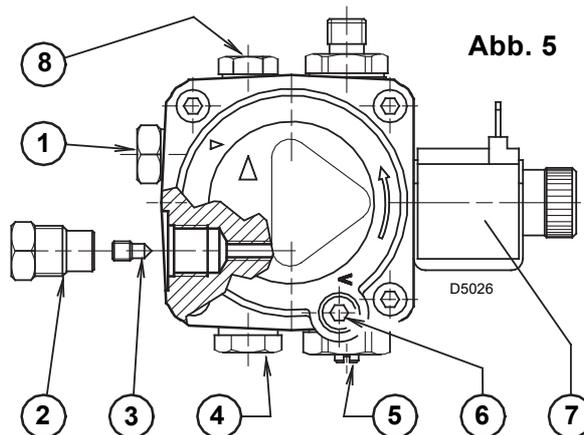

Abb. 5
Die Pumpe ist werksseitig für den Zweirohr-Betrieb eingerichtet. Wird ein Pumpen-Einrohrbetrieb für notwendig erachtet, so ist der Rücklauf-Schlauchleitungsstopfen (2) zu lösen und die By-pass Schraube (3) zu entfernen. Danach ist der Rücklauf-Schlauchleitungsstopfen wieder einzuschrauben. (Siehe Abb. 5).
Bei der in Abb. 6 dargestellten Anlage ist es ausreichend, wenn man den Vakuummeteranschluß (5, Abb. 5) lockert und das Austreten des Brennstoffes abwartet.